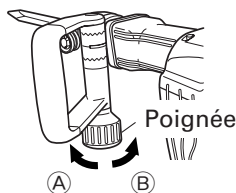

Fig. 4
- (1) Desserrer la poignée en tournant la saisie dans le sens de A comme indiqué à la Fig. 4.